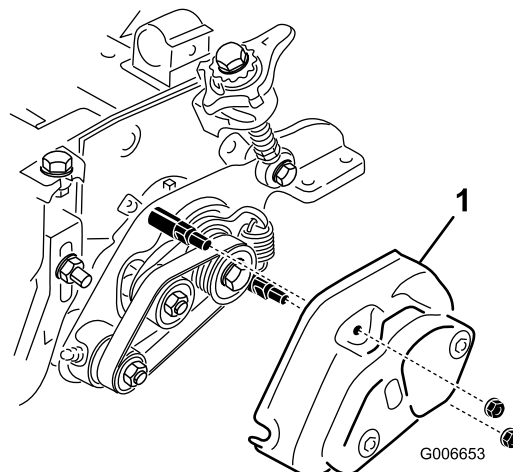

Figura 35
8. Asegúrese de que las tuercas de las cubiertas del acondicionador y del cepillo del rodillo (Figura 35) no están demasiado apretadas.